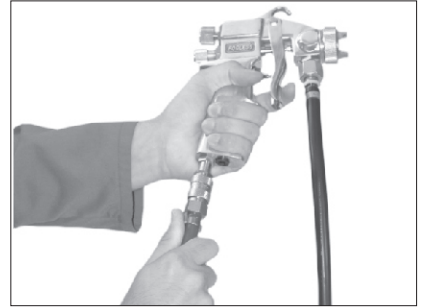

Fig. 27
- Débrancher l'arrivée d'air du pistolet (Fig.27).